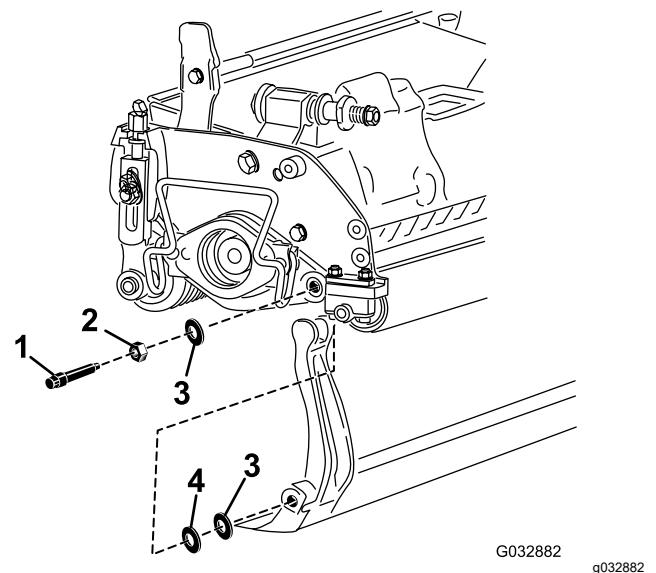

Figura 15
Guarde las 2 arandelas de nylon y la arandela de acero de cada extremo de la barra de asiento (**Figura 15**).
3. Coloque una arandela de nylon en cada lado del saliente de la placa lateral. Coloque una arandela de acero por fuera de cada arandela de nylon (Figura 15).